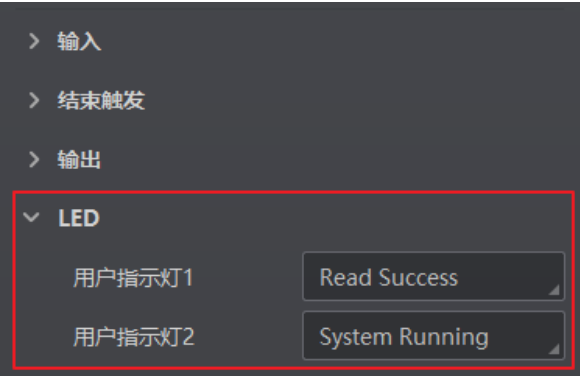

图3-68 进入属性树
1. 进入“输入输出”模块，展开“LED”进行指示灯设置，如图 3-68 所示。